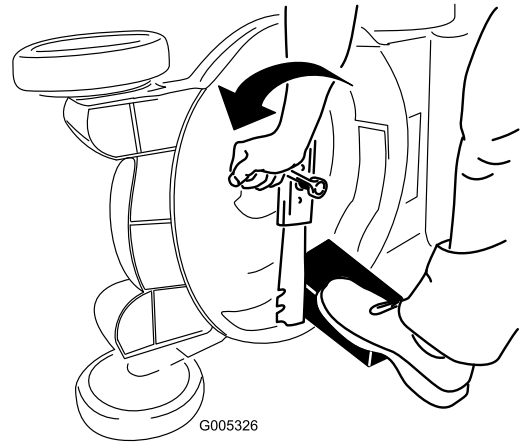

Figure 47
3. Immobilisez la lame avec un morceau de bois (Figure 47).
4. Déposez la lame mais ne jetez pas les fixations (Figure 47).